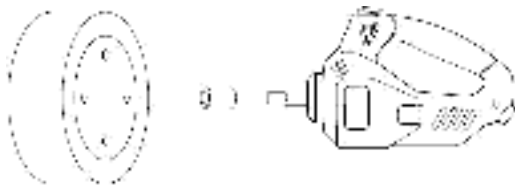

Abbildung 1
3. Wählen Sie die richtige Nuss zur Befestigung am Schaft des Schlüssels (siehe Abbildung 1).